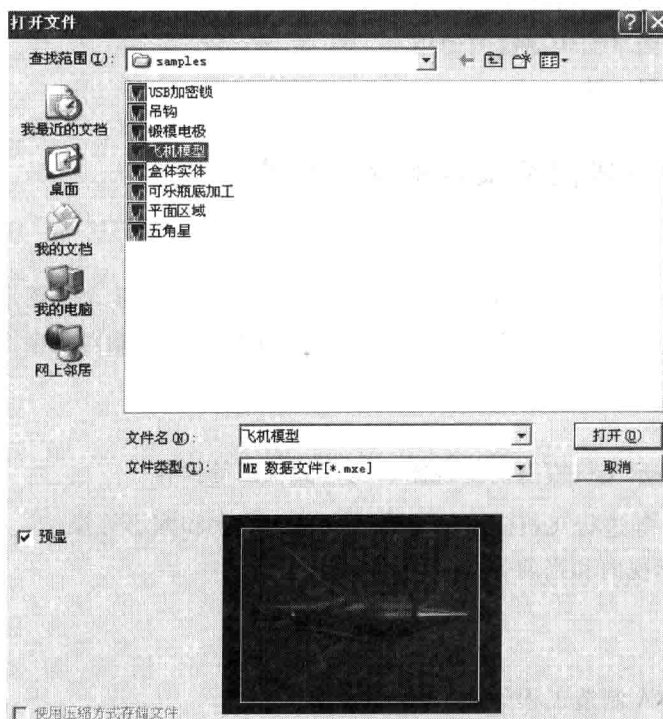

图 1-1 “打开文件”对话框
(1) 单击“打开”按钮“”，弹出打开文件对话框，按照安装目录路径，找到“samples”文件夹，打开“飞机模型”文件，如图 1-1 所示。